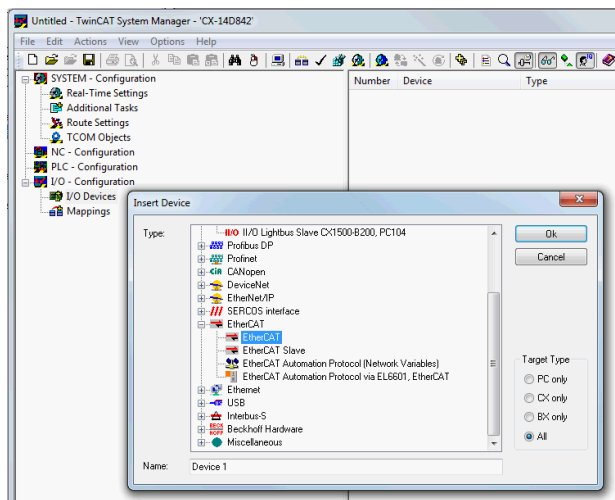

图 6.11 在项目中添加 EtherCAT® 主站
3. 在以下窗口中，选择 [EtherCAT → EtherCAT]（请参阅图 6.11）。